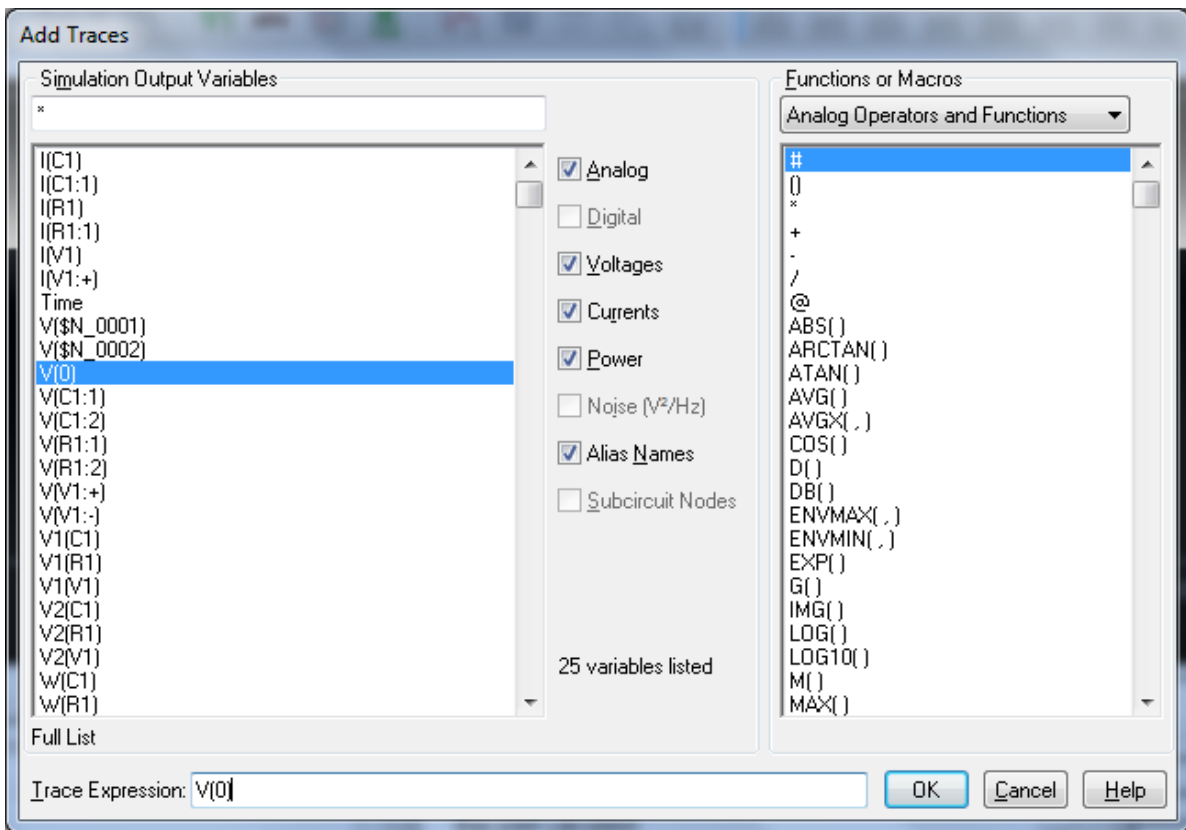

Рисунок 4.10 – Список діаграм схеми послідовного з'єднання
11. Виберіть в ньому підменю *Add Trace...* (Додати діаграму...), після чого відкриється вікно *Add Traces* (Додати діаграми), показане на рис. 4.10.
13. Натисніть в лівій частині вікна *Add Traces* по черзі на імена $V(V1: +)$ і $V(C1: 2)$ та відправте їх таким чином в нижній рядок *Trace Expression* (вираз діаграми) (рис. 4.10). Додайте також потенціал «землі» $V(0)$ для відображення нульової лінії. Якщо ви помилилися при заповненні рядка *Trace Expression* або в ньому знаходяться дані, введені в ході попередніх експериментів, які необхідно видалити, то це можна зробити безпосередньо у рядку *Trace Expression*. Якщо все виконано, як було необхідно, то підтвердьте свій вибір, натиснувши на кнопку *OK*.